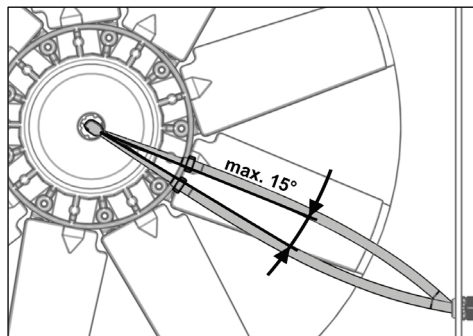

Fig. 31
- Compruebe la tensión y, dado del caso, vuelva a tensar la manguera de presión (véase la Fig. 31).